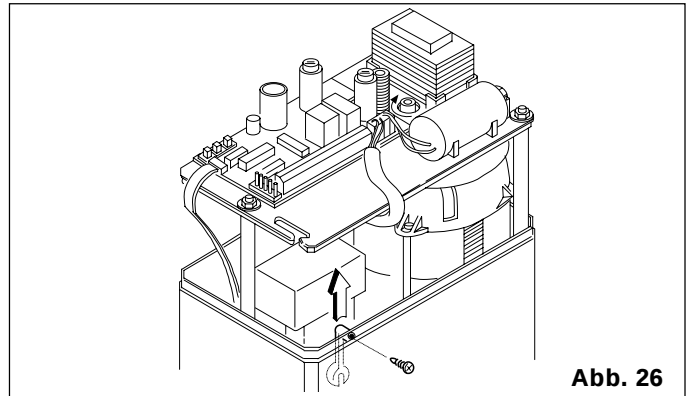

Abb. 26
- (5) Sicherheitslasche gem. Abb. 26 entfernen und für späteren Wartungsbedarf aufbewahren.
- (6) Das Tor einige cm vor dem Endanschlag Öffnen auf die Stoppstellung Öffnung bringen.